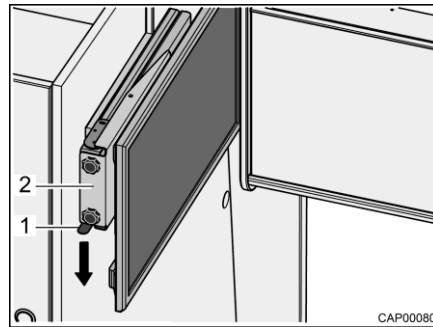

Fig. 37 Extension avec écran plat
- Presser le ressort à cran d'arrêt (Fig. 37,1) vers le bas et extraire l'extension (Fig. 37,2) avec l'écran plat à l'horizontale en direction du centre du véhicule.
- Pousser l'extension (Fig. 37,2) avec l'écran plat à l'horizontale jusqu'en butée. Le ressort à cran d'arrêt (Fig. 37,1) s'enclenche de manière audible.